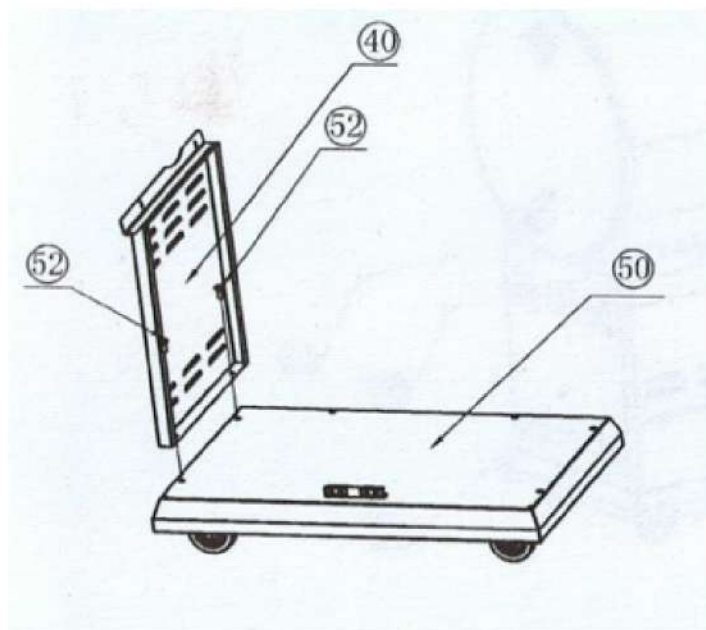

Рисунок 1
А) Закрепите левую панель (40) на основании (50) с помощью винтов $\frac{1}{4}$ -20*1 (M6x20) (52) как указано на рис. 1.